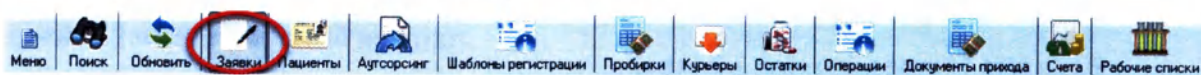

Рисунок 14.9
1. Откройте журнал «**Заявки**» (Рисунок 14.9):